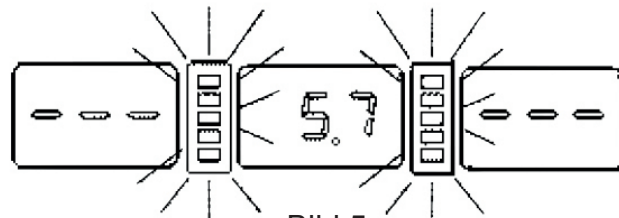

Bild 5
2. Die Messung war ein Erfolg, wenn das Display, wie in Bild 5 gezeigt aufleuchtet.